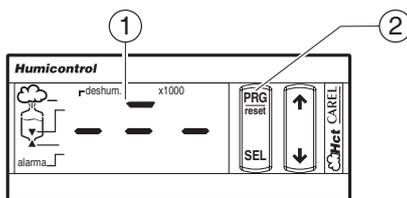

Fig. 7.5.1
predeterminados; para confirmar el guardado de los valores, el guión superior permanecerá durante 2 segundos (como se muestra en la Fig. 7.5.1);
*the values, the upper dash will stay on for 2 seconds (as displayed in Fig. 7.5.1);*